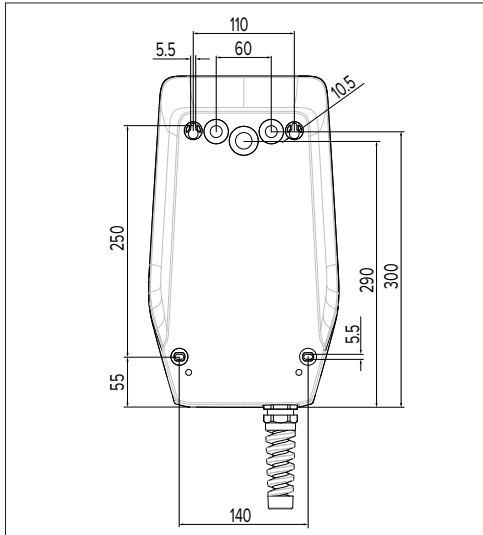

Fig.: 6. Dimensiones de los taladros [mm]
En caso de un montaje mural, la posición de la línea de alimentación debe preverse mediante la plantilla de taladro suministrada o la figura "Fig.: 6. Dimensiones de los taladros [mm]". Las entradas de cables están dispuestas en la parte posterior, la parte inferior y la parte superior.
- ▶ Marque los puntos de taladrado utilizando la plantilla de taladrado suministrada o la figura "Fig.: 6. Dimensiones de los taladros [mm]". Al hacerlo, procure una alineación horizontal.